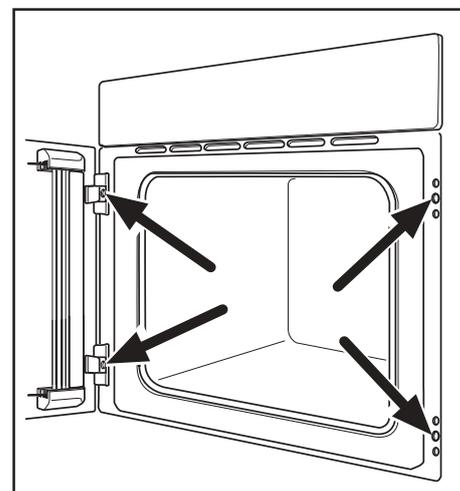

Рис. 18
3. Прикрепите духовой шкаф к кухонной мебели с помощью четырех шурупов, пропустив их через отверстия в его раме (Рис. 18).